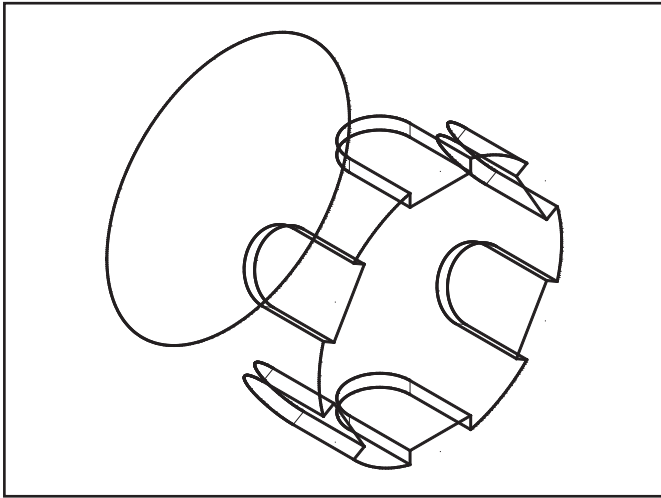

Рис. 5
- обработка паза и контура, выборка в плоскости, параллельной оси вращения (или находящейся под углом к этой оси), ось инструмента пересекает ось вращения (рис. 5);